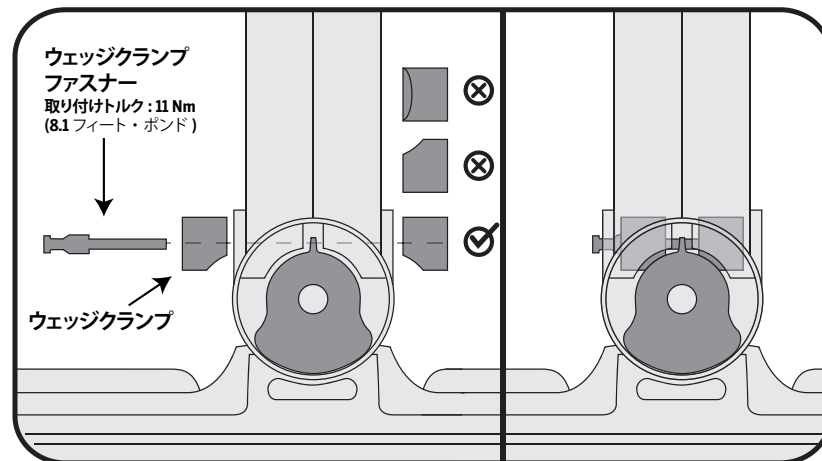

図 2. 曲がっている方が下になった状態でウェッジクランプが取り付けられていることを確認する
- V型クランプの曲がっている方を下に向けて LeanSteer フレームベースの両側にウェッジクランプが正しく取り付けます。各ウェッジクランプがピボットハブに正しくはまっている必要があります。図 2、および、本書のはじめの警告セクションを参照してください。